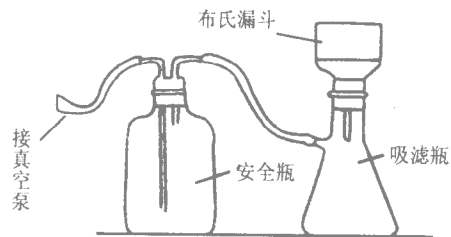
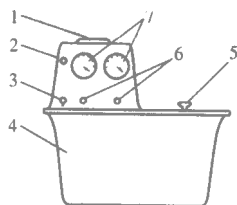

图 1.5.4 减压过滤装置
图 1.5.5 循环水式多用真空泵
(2) 减压过滤 为了加速过滤，常采用布氏漏斗减压过滤的方法。减压过滤装置如图 1.5.4 所示。它是由布氏漏斗、吸滤瓶、安全瓶和抽滤泵等组成的。其中抽滤泵可以抽走空气，使吸滤瓶中减压，从而大大提高过滤速度。我们实验室所用的抽滤泵是一种循环水式多用真空泵，其结构如图 1.5.5 所示。在进行减压过滤时，先把减压过滤装置中安全瓶出口与真空泵抽气管接口 6 之一用橡皮管连接，接通电源，打开电源开关 3，指示灯 2 发亮，电动机 1 转动，带动循环水使抽滤瓶内压力逐渐降低，以达到减压过滤的作用。抽滤完毕，通常先拨开吸滤瓶与安全瓶相连的橡皮管，也可以拔布氏漏斗塞子，然后再关电源开关 3，否则，循环水倒灌。有安全瓶就可以防止吸滤瓶内滤液受污染，若没有装安全瓶，循环水倒灌会污染吸滤瓶内的滤液。